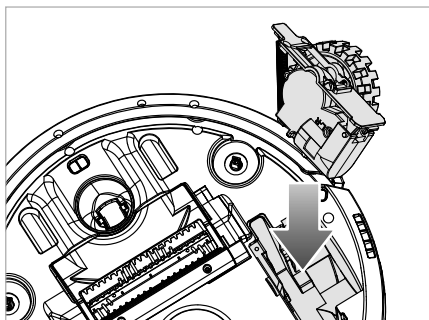

Rys. 21
- 3) Zdejmij koło **20/34** nieznacznie z urządzenia i wyczyść je lekko zwilżoną ściereczką lub szczotką do czyszczenia **11** (patrz rys. 21 i 22). W razie potrzeby wytrzyj również wnękę koła.